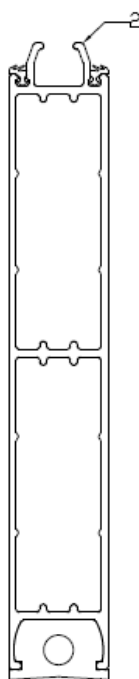

Figura 15
- Paso 1: Extraer el tablero del bastidor (Ver Figura 15, pieza#2)